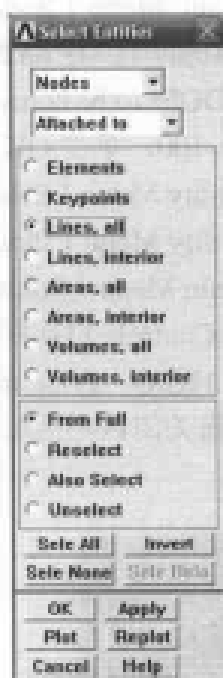

图 9-18 选择节点对话框
(4) 选择 Utility Menu | Select | Entities 命令，出现 Select Entities 对话框，在第 1 个下拉列表框中选择 Nodes 选项，在第 2 个下拉列表框中选择 Attached to，在第 3 个选项组中选中 Lines,all 单选按钮，如图 9-18 所示，单击 OK 按钮关闭该对话框。